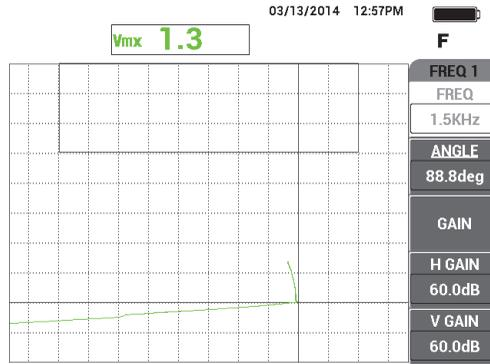

Figura 5-93 Escaneo del área «cónica»
7. Pulse la tecla ERASE (); después, escanee lentamente el área «cónica». Al finalizar el escaneo, pulse la tecla FREEZE (). En la Figura 5-93 en la página 212 se muestra un ejemplo del resultado de escaneo